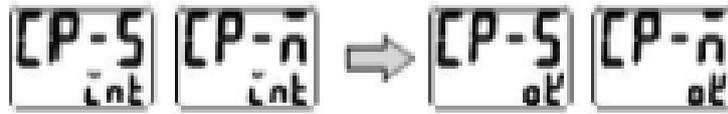

图 6-7：对拷完成
- 拷贝完成图如图 6-7 所示。OK 处若数字不动为拷贝失败。